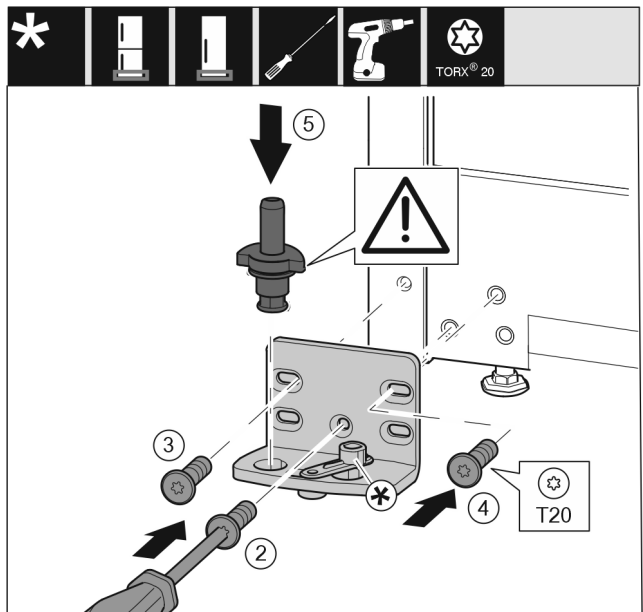

Fig. 31
- ▶ Lagerbock auf der anderen Seite ansetzen und mit Hilfe eines Schraubendrehers anschrauben. Mit der Schraube Fig. 31 (2) unten in der Mitte beginnen.
- ▶ Schraube Fig. 31 (3) und Schraube Fig. 31 (4) festschrauben.
- ▶ Lagerbolzen Fig. 31 (5) komplett einsetzen. Dabei darauf achten, dass der Rastnocken nach hinten zeigt.